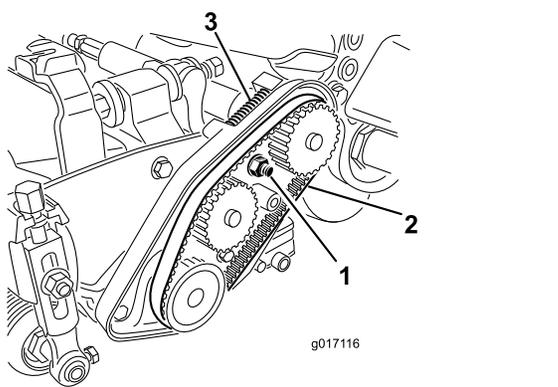

Bild 46
- A. Lösen Sie die Befestigungsmutter des Lagergehäuses (Bild 46).
- C. Entfernen Sie Rückstände aus der Riemenkammer und vom Bereich um die Druckfeder (Bild 46).